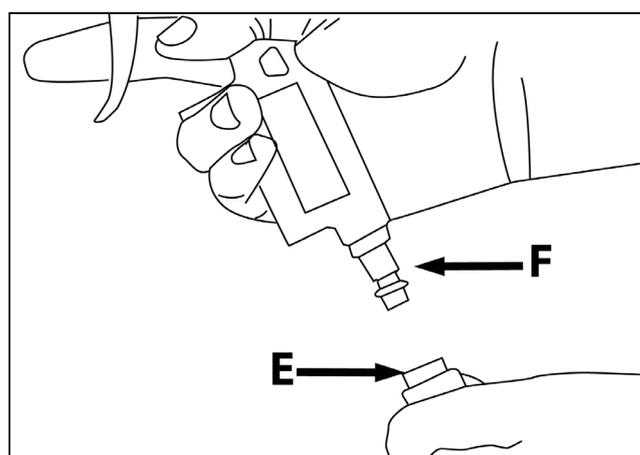

Рис. 2
7. Пневмоинструмент подключается к противоположному концу шланга **E**. Подсоедините штуцер **F** с нажимом к шлангу (рис. 2).